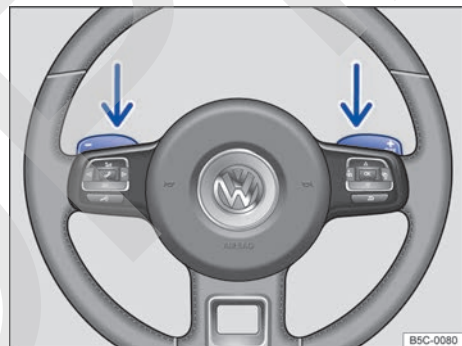

Fig. 104 Volante con levas de cambio para el Tiptronic.
- Tire de la leva derecha → **fig. 104** hacia el volante para cambiar a una marcha más larga.